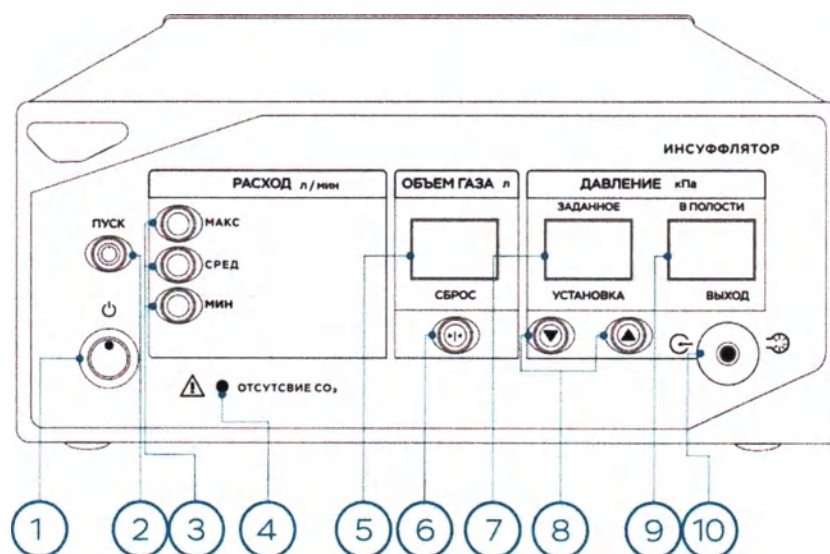

Рисунок 1 – Общий вид передней панели
Давление в полости оперируемого пациента, устанавливается кнопками **УСТАНОВКА** (поз.8, рис.1) и контролируется по индикатору **ДАВЛЕНИЕ кПа ЗАДАННОЕ** (поз.7, рис.1).
Скорость подачи газа задается кнопками выбора предустановленной скорости подачи газа **МИН** (2 л/мин), **СРЕД** (4 л/мин), **МАКС** (6 л/мин) (поз.3, рис.1);
Давление газа во внутренней полости оперируемого пациента контролируется по индикатору **ДАВЛЕНИЕ кПа В ПОЛОСТИ** (поз.9, рис.1).
Количество израсходованного газа контролируется по цифровому индикатору **ОБЪЕМ ГАЗА л** (поз.5, рис.1).
Обнуление показаний индикатора **ОБЪЕМ ГАЗА л** (поз.5, рис.1) выполняется кнопкой **СБРОС** (поз.6, рис.1).
Включение подачи газа осуществляется кнопкой **ПУСК** (поз.2, рис.1). При нажатии на кнопку **ПУСК** (поз.2, рис.1) включается подача газа в соответствии с установленной скоростью подачи газа и обеспечивается контроль давления газа в полости оперируемого пациента.
Выключение подачи газа производится повторным нажатием на кнопку **ПУСК** (поз.2, рис.1).
Инсуффлятор обеспечивает световую и/или звуковую индикацию аварийной ситуации отсутствия газа на входе инсуффлятора **ОТСУТСТВИЕ CO₂** (поз.4, рис.1).
5.2.2 Соедините трубку присоединительную с выходным штуцером (рис.1., поз.10). Между ними должен быть установлен фильтр абактериальный.
Нажать на кнопку  включения прибора (поз.1, рис.1).
5.4.3 Задать нужное давление кнопками **УСТАНОВКА** (поз.8, рис.1), контролируя задаваемое значение по индикатору **ДАВЛЕНИЕ кПа ЗАДАННОЕ**.
5.4.4 Нажать кнопку **ПУСК** и проконтролировать поток газа на выходном штуцере инсуффлятора, а также количество израсходованного газа на индикаторе **ОБЪЁМ ГАЗА л** (поз.5, рис.1). При отсутствии потока газа, срабатывании аварийного сигнала **ОТСУТСТВИЕ CO₂** проверить установку давления на входе инсуффлятора.
5.5.3 Кнопками выбора предустановленной скорости подачи **МИН.**, **СРЕД.**, **МАКС.** (рис.1, поз.3) установите необходимую скорость подачи газа. Давление в полости в дальнейшем поддерживается автоматически.